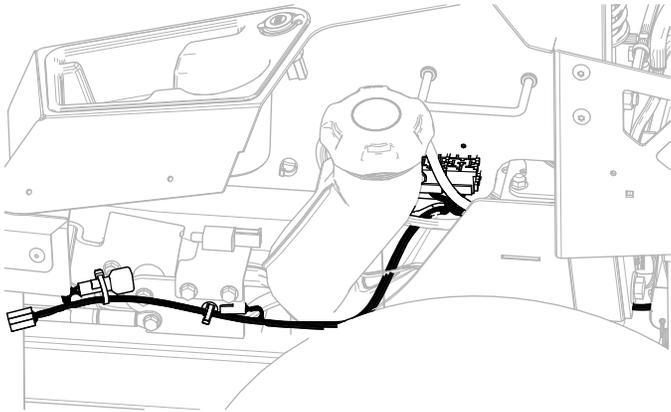

Bild 14
2. Verlegen Sie den Kabelbaum (Bild 14) entlang der linken Seite des Rahmens durch die in Schritt 1 installierte Druckbefestigung.